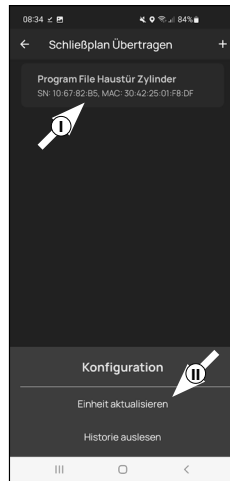

Abb. 5
- 6 Tippen Sie auf die soeben erstellte Programmierdatei (I) (Abb. 5) und in dem erscheinenden Menü auf „Einheit aktualisieren“ (II) (Abb. 5).